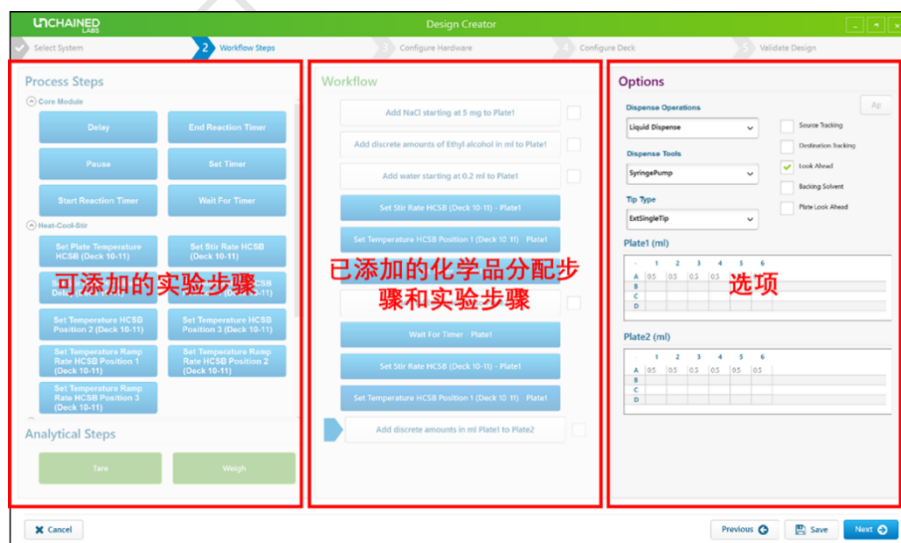

图 6-2-12
- b) 实验步骤设置 (**Workflows Steps**): 进入 Workflow Steps 之后, 中间 Workflow 会根据之前实验板位中设定的化合物添加, 按照顺序自动生成相关添加固体和液体的步骤 (注意: 固液分配顺序在此无法调整)。同时, 页面左侧为可添加的实验步骤 “Process Steps”, 右侧为 “Workflow” 中选中步骤的设定选项 “Options” (图 6-2-12)。